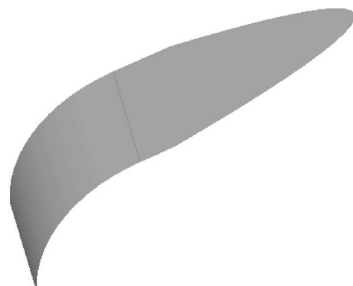

图 9-73 创建相交曲线
STEP 04 执行上述操作后，即可创建相交曲线，效果如图 9-73 所示。